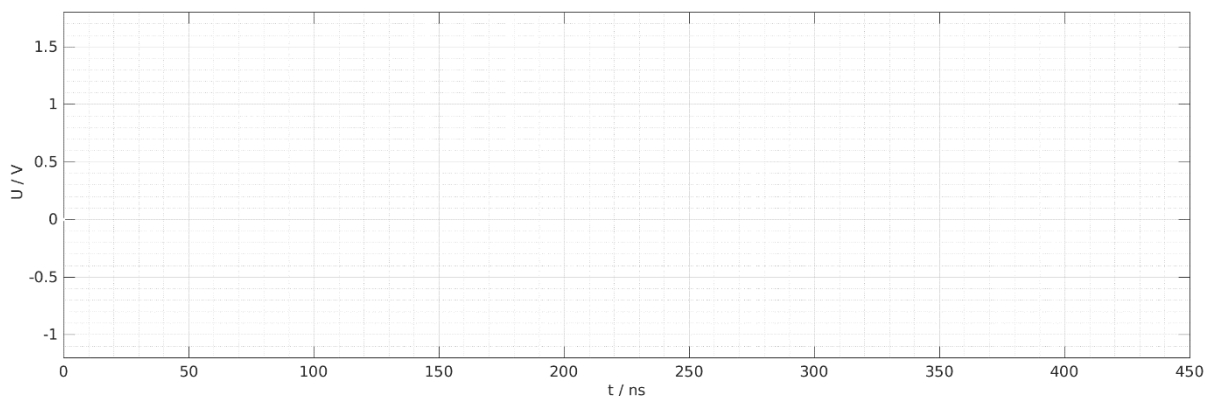

Abbildung 9 Impulsdiagramm
- Impulsverlauf in Abbildung 9 einzeichnen wobei der Beobachtungspunkt der Kabelanfang also zwischen  $R_i$  und dem Kabelbegin liegt.